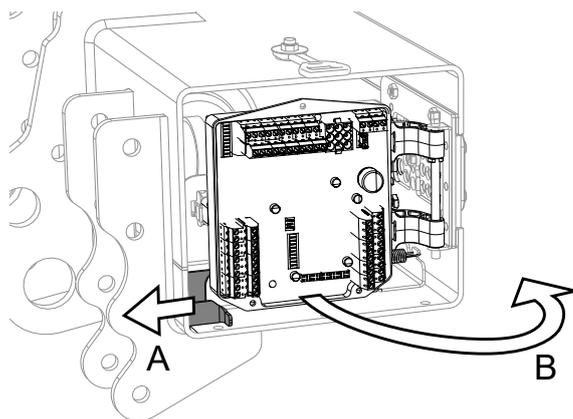
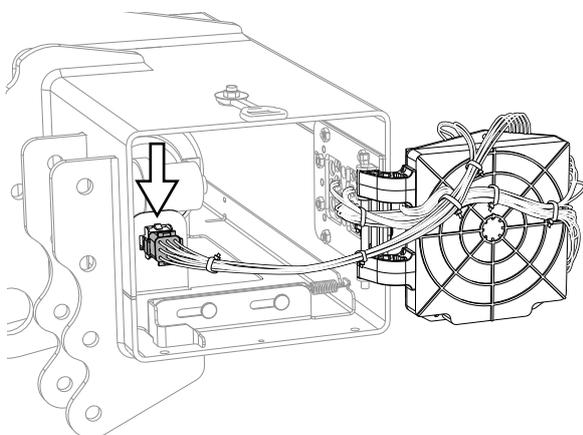

Figura 19. Mando de liberación
Figura 20. Conector
3. Desplegar la tarjeta de control/tarjeta del relé (B) y aflojar el cableado del conector de la unidad hidráulica, véanse Figura 19 y Figura 20.